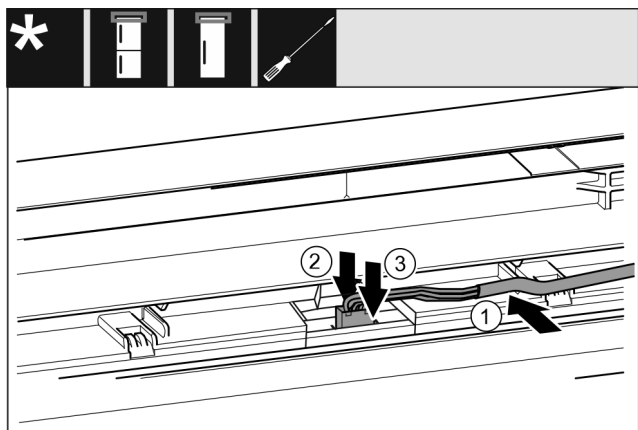

Fig. 45 Kombinált hűtő-fagyasztókészülékek / fagyasztókészülékek / hűtőkészülékek*
- ▶ Helyezze be a kábelt Fig. 45 (1) felső ajtóban lévő vezetősínbe.*
- ▶ Nyomja hátrafelé a reteszelő bütyköt Fig. 45 (2).*
- ▶ Pattintsa be a dugót Fig. 45 (3).*